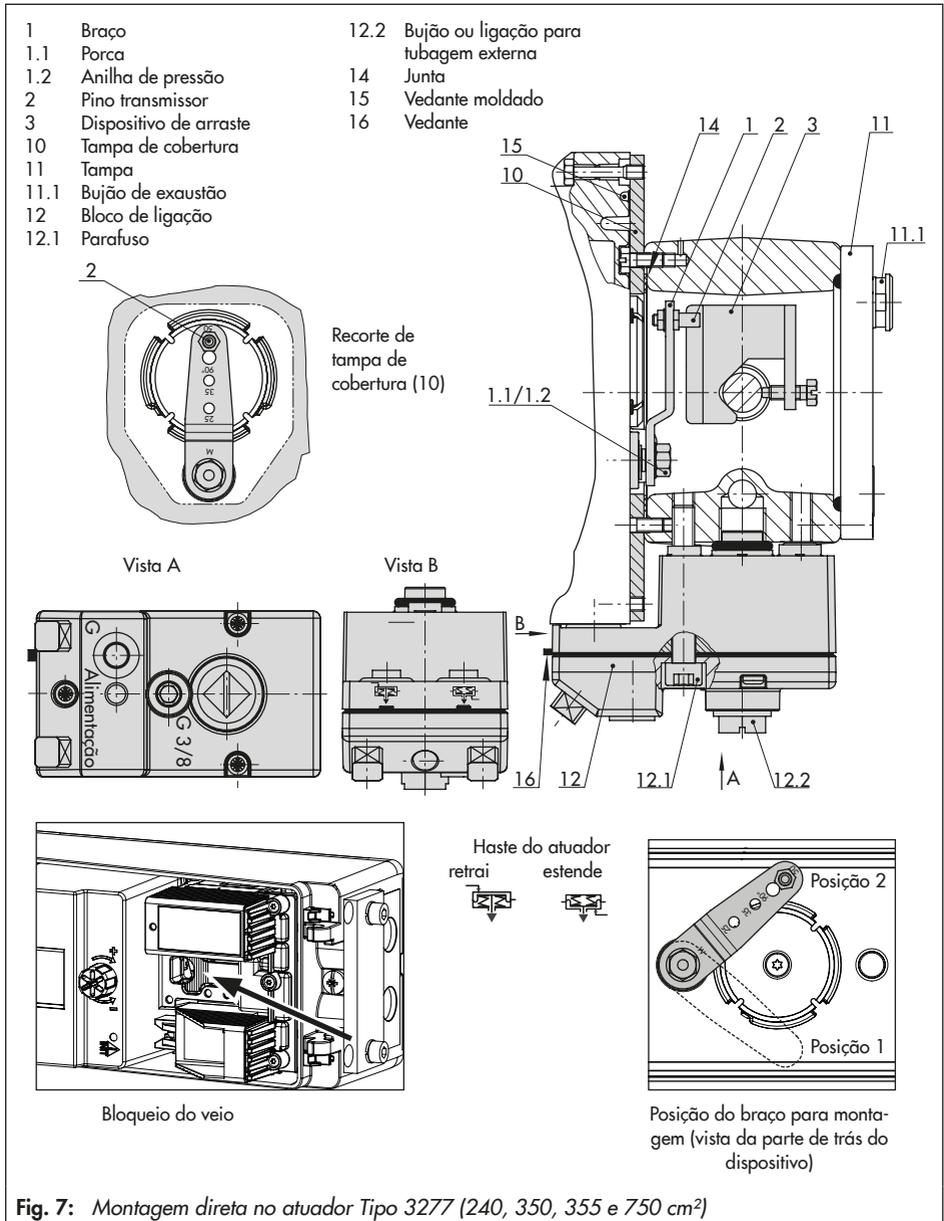

Fig. 7: Montagem direta no atuador Tipo 3277 (240, 350, 355 e 750 cm2)
→ Atuadores com 240 a 750 cm2 (Fig. 7)
1. Coloque o dispositivo de arraste (3) na haste do atuador, alinhe e aperte firmemente de modo a que o parafuso de montagem fique localizado na ranhura da haste do atuador.
2. Monte a tampa de cobertura (10) com o lado estreito do recorte direcionado para a ligação do sinal de pressão. Certifique-se de que a junta plana colada (14) fica direcionada para a arcada do atuador.
3. Verifique a posição do pino transmissor (2) no braço M (1). Consulte as tabelas de cursos para o tipo de montagem. Se necessário, altere a posição do pino (consulte a secção 5.2).
4. Insira o vedante moldado (15) na ranhura da caixa do posicionador.
5. Rode o braço no sentido contrário aos ponteiros do relógio até que a força da mola possa ser sentida (posição 1). Continue a rodar o braço para a posição 2 (consulte Fig. 7, canto inferior direito).
6. Prima o fecho do veio (consulte a Fig. 7, canto inferior esquerdo) para manter o braço na posição 2.
7. Coloque o posicionador na tampa de cobertura de forma a que o pino transmissor (2) assente no topo do dispositivo de arraste (3). O braço (1) deve assentar no dispositivo de arraste com a força da mola.
Retire o bujão (12.2, Fig. 7 na página 43) no bloco de ligação e estabeleça uma ligação pneumática à câmara da mola no lado ventilado.